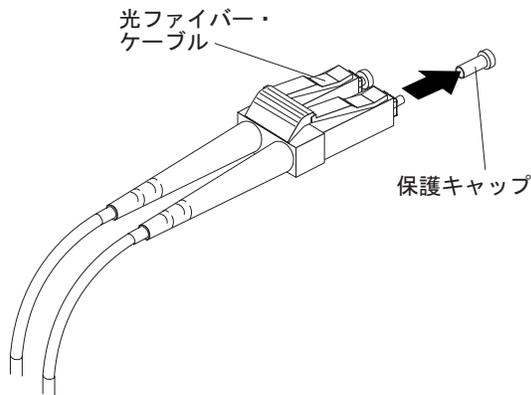

図 30. 光ファイバー・ケーブルの保護キャップの取り外し
3. 60 ページの図 30 に示すように、LC-LC ケーブルの一方の端から保護キャップ 2 個を取り外します。将来の利用のために、保護キャップを保管しておきます。